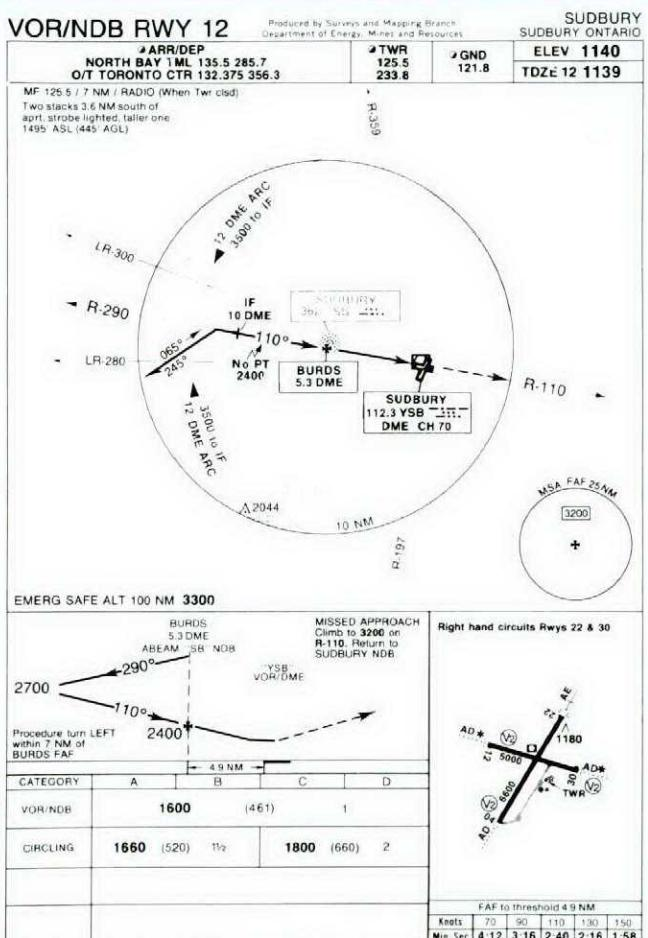

Figure 1
In recent years several civilian low altitude instrument approach procedures have incorporated DME arcing transitions to an intermediate fix (IF) located on the final approach course (Fig. 1). In many cases the arc commences at the intersection of an airway centreline radial and the DME arc of the facility (Figs 1 & 2). The arc permits a transition from an enroute track of airway to the IF (on the final approach track) for a straight-in approach, thus eliminating a procedure turn. This is indicated on the approach chart by the inclusion of an "IF" and "No PT" in addition to the transition arc (Fig 1).
the inclusion of one or more transitions will direct the pilot from the enroute structure to the IF thus eliminating the need for a procedure turn. As mentioned earlier, approaches which include a transition also include an "IF" and "No PT" in addition to the normal approach markings (Fig 1).
Although not all approaches with transitions include arcing transitions many do and it is these that often cause some confusion among pilots. This confusion is compounded by the fact that at present not all approaches with arcing transitions are depicted in the same manner (Figs 1, 6, 7 & 8).
(IF) a été établi à certains emplacements sur la trajectoire d'approche finale. L'inclusion d'une ou de plusieurs voies de transition guide le pilote depuis la structure en route jusqu'au repère IF, éliminant ainsi l'obligation d'effectuer un virage conventionnel. Comme il a été dit plus haut, les approches qui comprennent une transition sont indiquées par "IF" et "No PT" en plus du marquage normal d'approche (figure 1).
De nombreuses approches avec transition comprennent un arc, même si ce n'est pas le cas pour toutes, et c'est pourquoi cela crée souvent une certaine confusion parmi les pilotes. Confusion renforcée par le fait qu'actuellement toutes les approches avec des arcs de transition ne sont pas décrites de la même manière (figures 1, 6, 7 et 8).